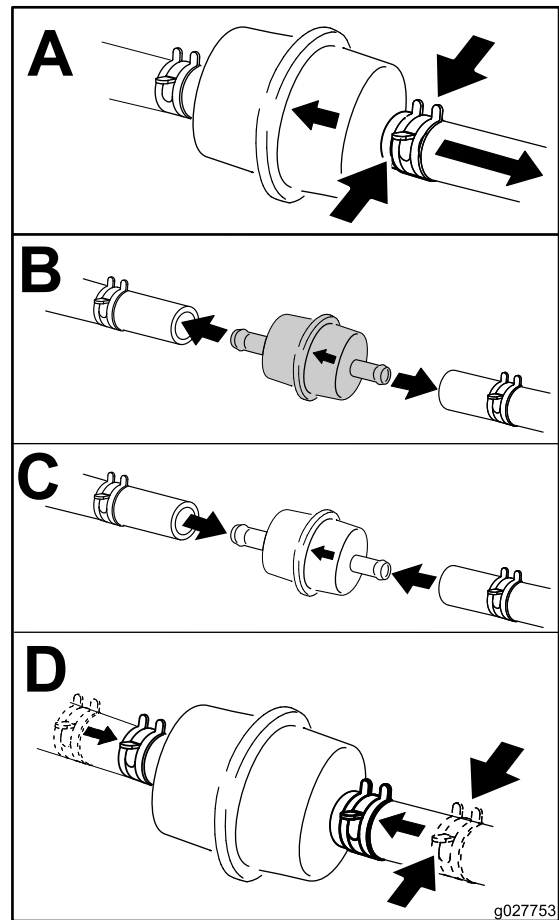

Figura 52
5. Cambie el filtro de combustible (Figura 52).